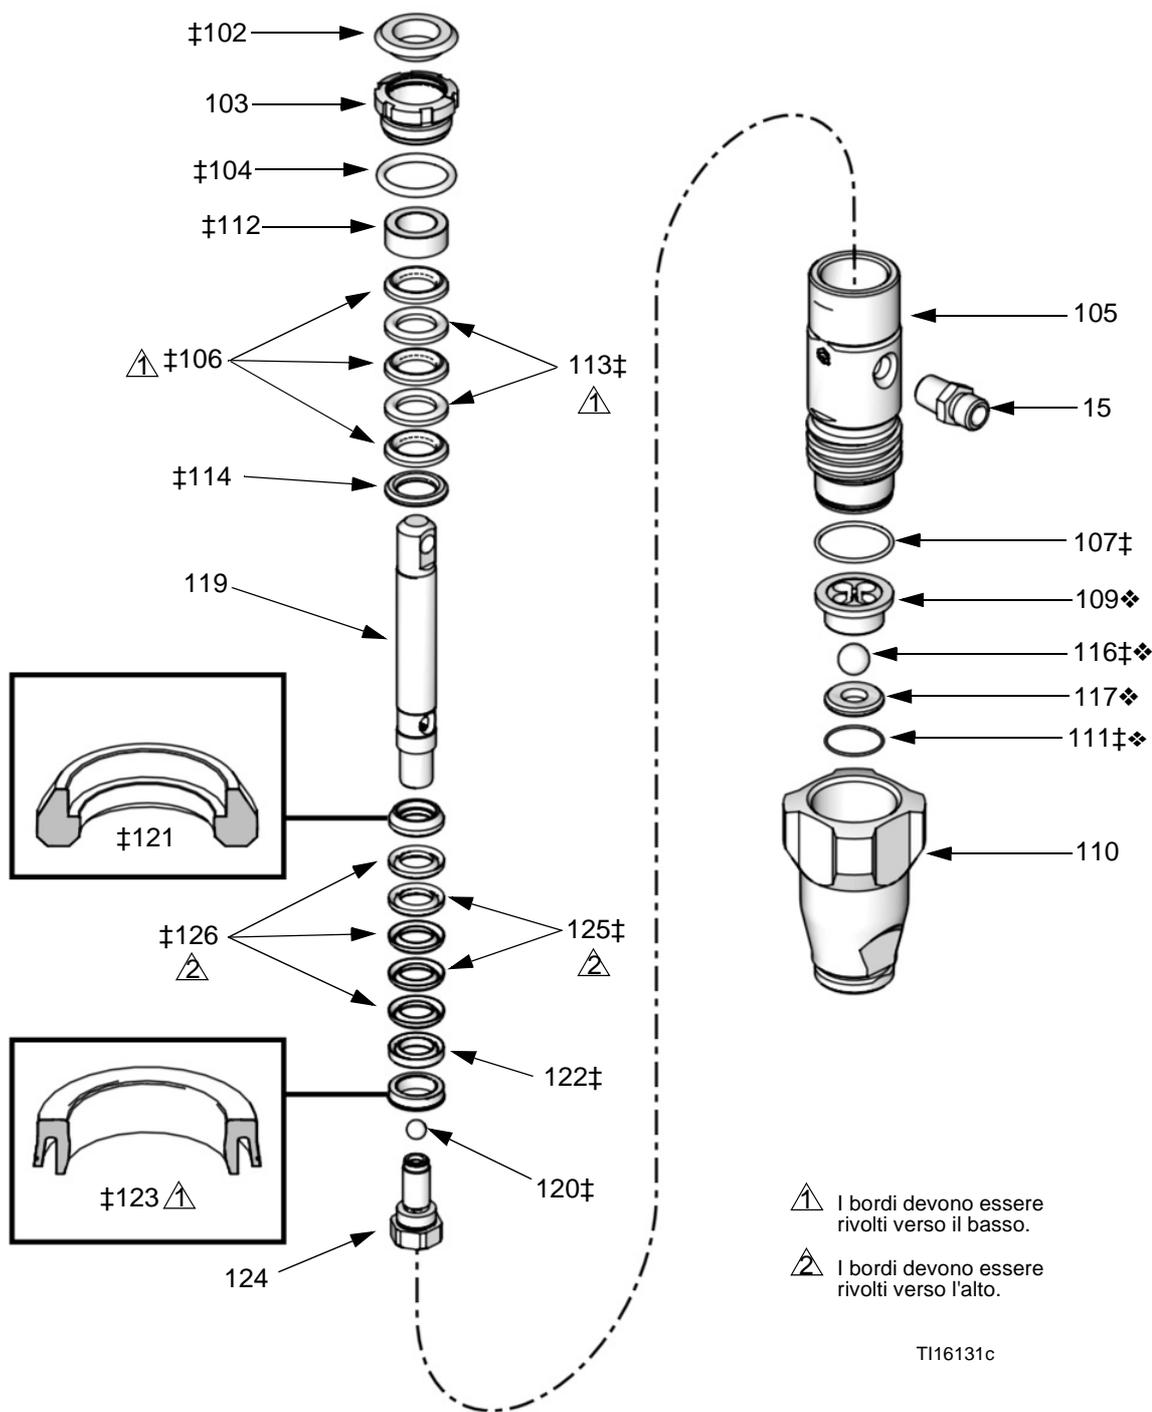

Fig. 7. Pompante
4. Rimuovere l'involucro di aspirazione (110). Vedere FIG. 7.
5. Pulire o sostituire la guida della sfera (109), la sfera (116), la sede (117) e l'anello di tenuta (111).
6. Installare l'anello di tenuta (111‡), la sede (117), la valvola di aspirazione (116‡) e la guida della valvola (109) all'interno dell'involucro di aspirazione (110).
7. Avvitare l'involucro di aspirazione (110) sul cilindro (105). Serrare fino a 70-80 piedi-lb (95-108 N•m).
2. Vedere FIG. 7. Allentare il dado premiguarnizioni (103), con un cacciavite o un martello. Rimuovere l'anello di tenuta (104).
3. Svitare il cilindro (105) dall'involucro di aspirazione (110). Il gruppo biella e pistone saranno insieme al cilindro.
4. Rimuovere la guida della sfera (109), la sfera di aspirazione (116), la sede (117) e l'anello di tenuta (111) dall'involucro di aspirazione (110).
5. Estrarre il gruppo pistone/biella dalla parte inferiore del cilindro. Rimuovere l'anello di tenuta (107) dal cilindro.
7. Inserire la biella (119) in una morsa e svitare il pistone (124). Prestare attenzione a non far cadere la sfera del pistone (120). Smontare i premiguarnizioni dal pistone.